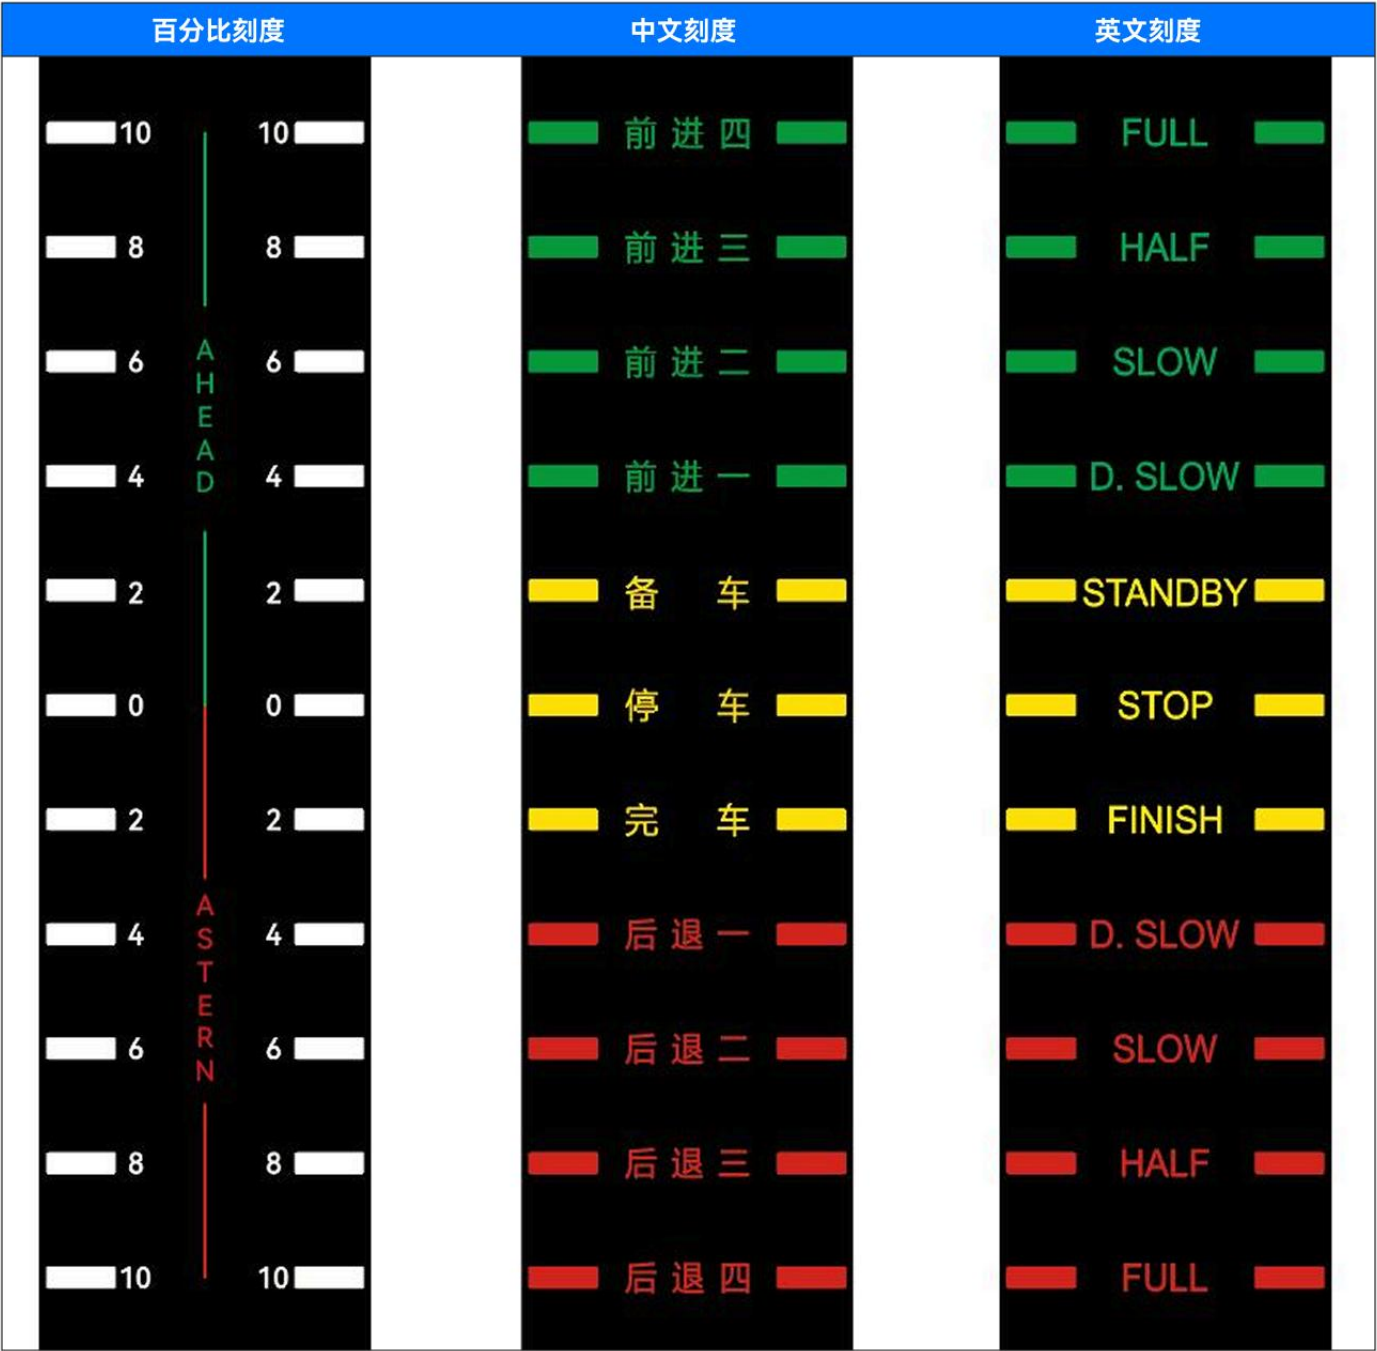

图2.2
1. 请确保推进手柄上电，找到推进手柄电路板上的三个按键，如图2.2所示：